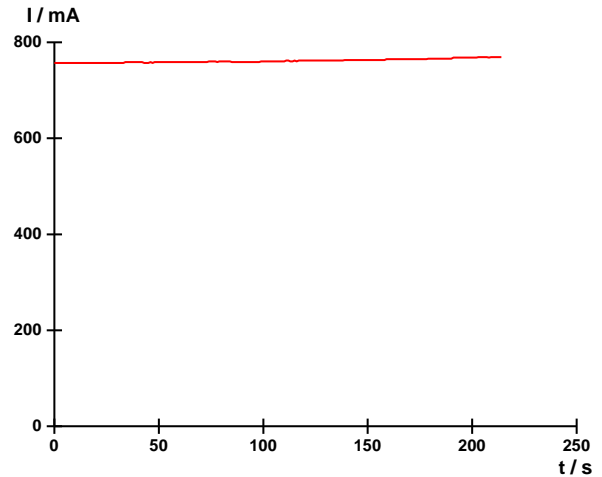

Fig. 5: Dipendenza della corrente dal tempo.
- Riportare graficamente i valori misurati per la corrente (colonna "Value") rispetto al tempo in secondi (colonna "DateTime") (Fig. 5).